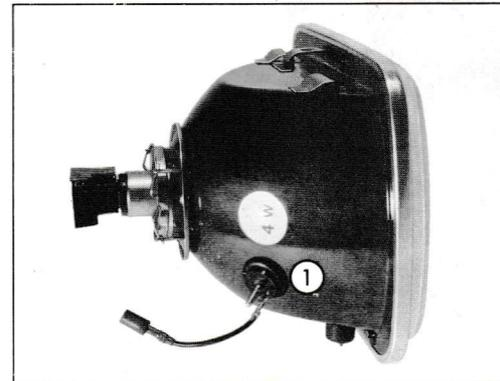

Abb. 42 – Vorderes Standlicht
- *Vordere Leuchten* (Abb. 42) 12 V - 4 W - BA 9S T 8/4